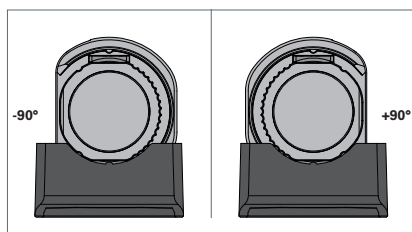

Fig. 7: Orientare l'apparecchio tra -90° e +90°.
- Ruotare l'apparecchio ad un angolo di -90° o +90°, vedi Fig. 7.